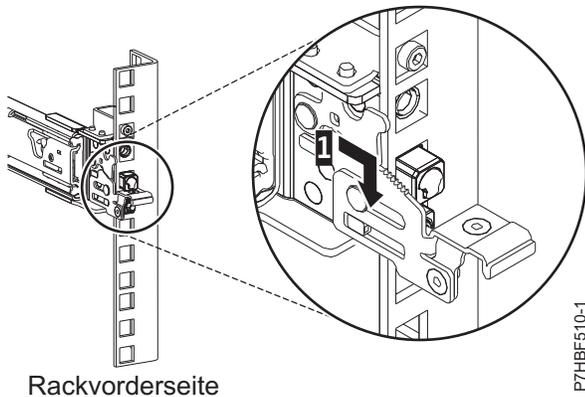

Abbildung 5. An der vorderen Schiene des Racks befestigte Stifte
- Ziehen Sie die Schiene nach vorne und setzen an der Vorderseite der Schiene drei Stifte in die zuvor markierten Bohrungen in der ausgewählten EIA-Einheit ein. Senken Sie die Schiene ab (1), damit der hakenförmige mittlere Stift einrastet. Einzelheiten finden Sie unter Abb. 5 auf Seite 6.